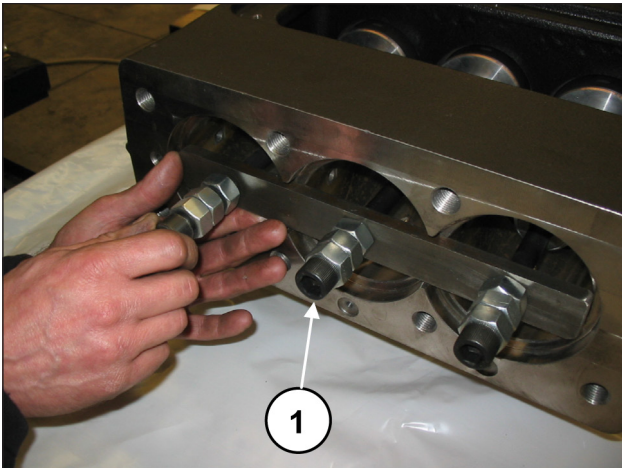
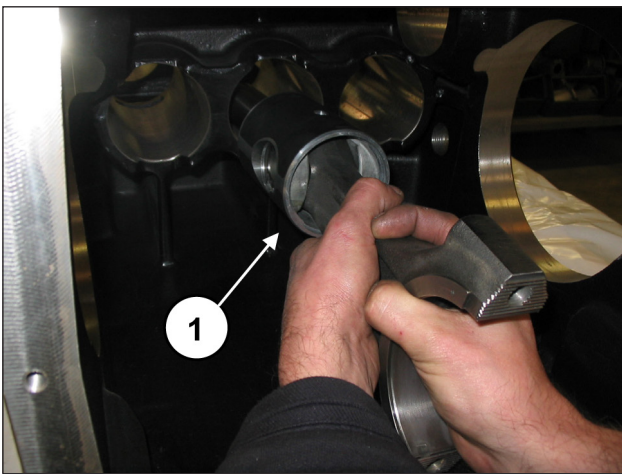
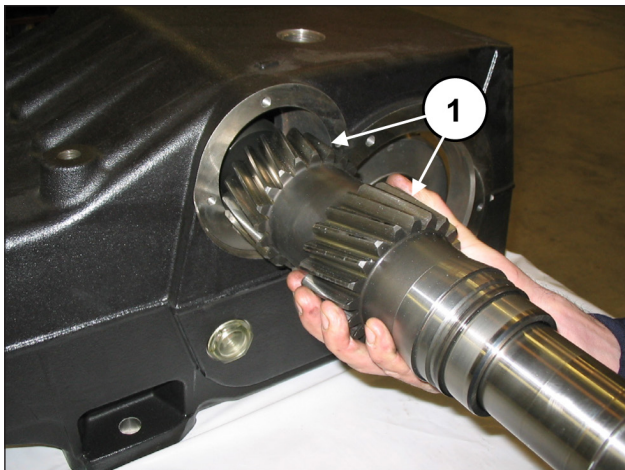

Abb. 40
Abb. 41
Abb. 55
Drehen Sie die Schrauben des Werkzeugs Art. 27566200 zum Lösen der Pleuelstangen ab (Pos. ①, Abb. 40) und ziehen Sie anschließend die Baugruppe Pleuelstange-Kolbenführung von der hinteren Gehäuseöffnung heraus (Pos. ①, Abb. 41).
Nachdem Sie das Gehäuse auf perfekte Sauberkeit überprüft haben, setzen Sie die Baugruppe Pleueihälfte-Kolbenführung in die Buchsen des Gehäuses ein (Pos. ①, Abb. 41).
Arretieren Sie die drei Baugruppen mit dem entsprechenden Werkzeug Art. 27566200 (Pos. ①, Abb. 40).
Entfernen Sie das Werkzeug zur Sicherung der Pleuelstangen Art. 27566200 (Pos. ①, Abb. 40) und schieben Sie die Pleuelstangen bis auf Anschlag mit der Kurbelwelle zurück. Bauen Sie die vormontierte Zapfwelle in das Gehäuse ein (Pos. ①, Abb. 55), u.z. auf der entgegengesetzten Seite zum vorab montieren Außenring des Lagers und zur Schmierbuchse der Lager.
Achten Sie beim Einschieben der Zapfwelle in das Gehäuse auf die Ausrichtung der Verzahnung lt. Abb. 55.